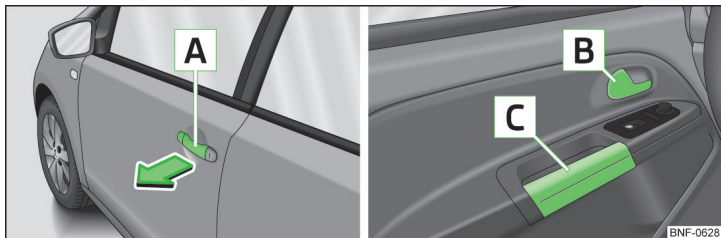

Fig. 25 Mânerul portierei/maneta de deschidere a portierei
- Trageți mânerul portierei **A** în sensul săgeții » fig. 25.